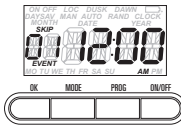

Fig. 7
1. Desde la pantalla **MAN** (Manual), **AUTO** (Automático) o **RAND** (Aleatorio), presione **PROG** (Programar). La pantalla mostrará un **01** parpadeante. (Fig. 7)